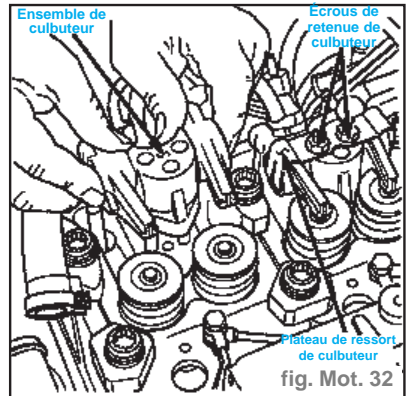

fig. Mot. 32
- Déposer les écrous de retenue de culbuteur (fig. Mot. 32).